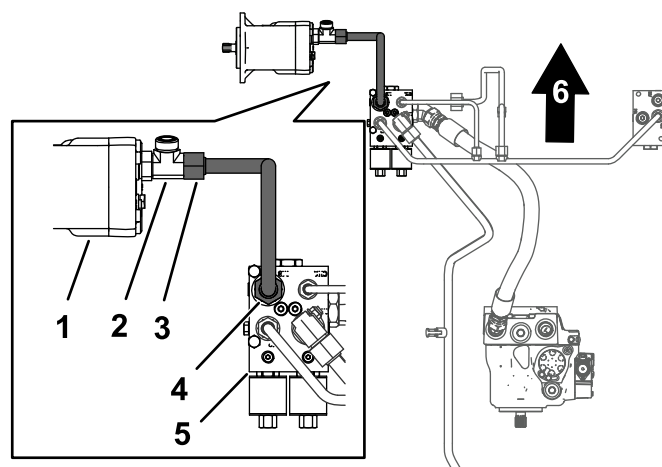

图 11
1. 将牵引马达管的管螺母与牵引马达和分流器歧管内的接头对齐 图 11。